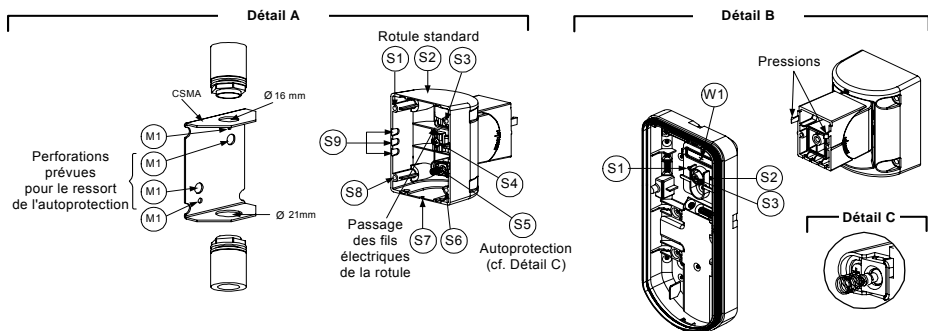

Figure 7
3. Percez les entrées pré-perçées du socle externe (Figure 7, Détail B)
4. Retirez de la rotule la pastille requise pour son branchement électrique S2, S7 ou S9 (Figure 7, Détail A).
5. Retirez l'autoprotection arrière du socle interne (cf. § "Changement de position de l'Autoprotection arrière") et reliez-la au point S5 (Figure 7, Détail A) de la rotule standard.
- a. Introduisez les fils électriques externes à travers les pastilles pré-perçées S2, S7 ou S9 et faites-les ressortir (y compris les fils de l'autoprotection) par le passage de la rotule prévu à cet effet (Figure 7, Détail B).
(à l'aide de l'adaptateur rotule métallique pour conduit - CSMA) (Figure 7, Détail A)
- d. Insérez les câbles externes et les fils électriques de l'autoprotection en partant du conduit et en passant par le passage de la rotule prévu à cet effet (Figure 7, Détail A).
Le ressort de l'autoprotection S5 (figure 7) doit toucher le mur à travers les entrées prévues à cet effet M2 ou M3 dans le CSMA. Assurez-vous d'entendre un "clac" venant de l'autoprotection lorsque vous l'accrochez au mur.
7. Insérez les fils électriques de l'autoprotection ainsi que les câbles externes en partant de la rotule standard et en passant par la pastille pré-perçée W1 du socle externe (Figure 7, Détail B).